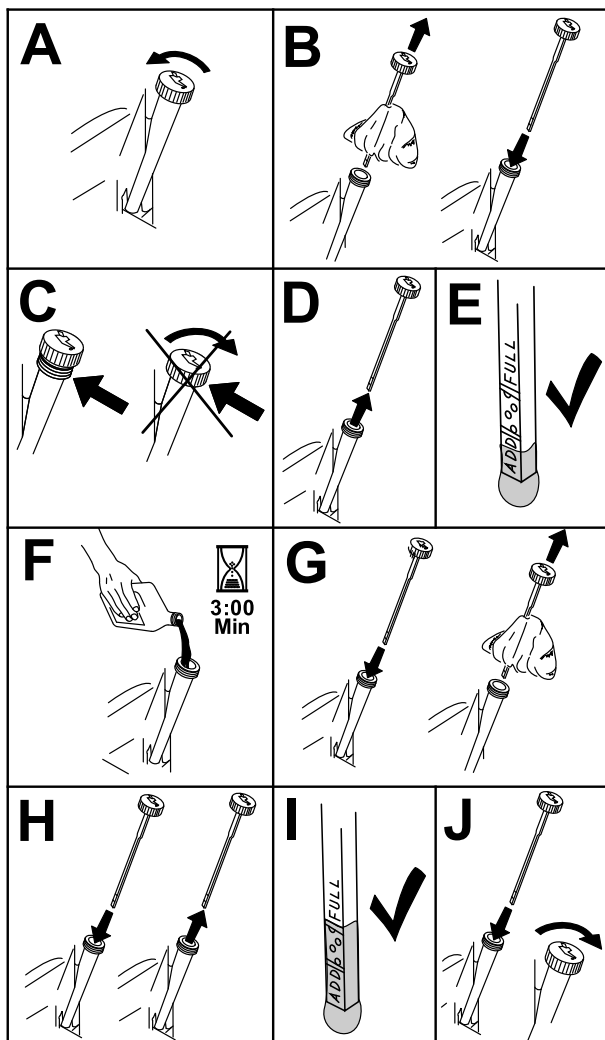

Figura 58
- Per evitare morchia, residui d'erba, ecc. nel motore, pulite l'area attorno al tappo e all'asta di livello dell'olio prima della rimozione (Figura 58).